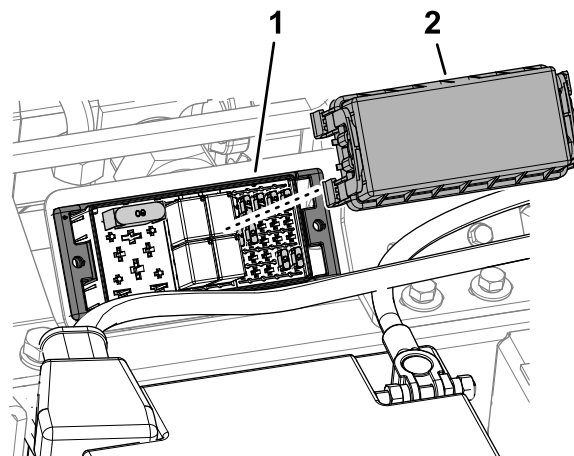

Figura 60
2. Togliete il coperchio del portafusibili (Figura 60).
5. Montate il coperchio del portafusibili (Figura 60).